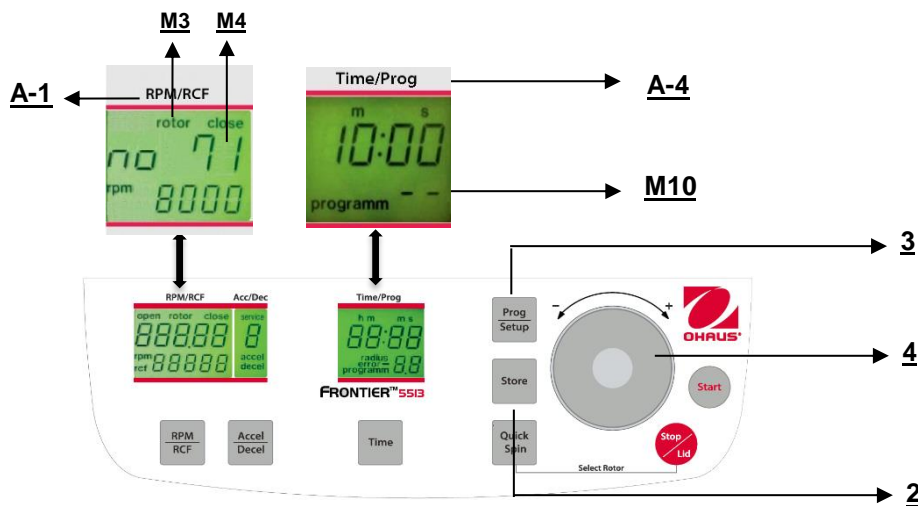

Figura. 23
Per richiamare i programmi salvati, premere il tasto **"Prog/Setup"** (3) (fare riferimento alla figura 23) quando il coperchio è già chiuso. Sul display **"Time/Prog"** (A-4), appare la parola **"programm -"**(M10). Il numero di programma desiderato può essere preselezionato mediante la quadrante di regolazione (4).